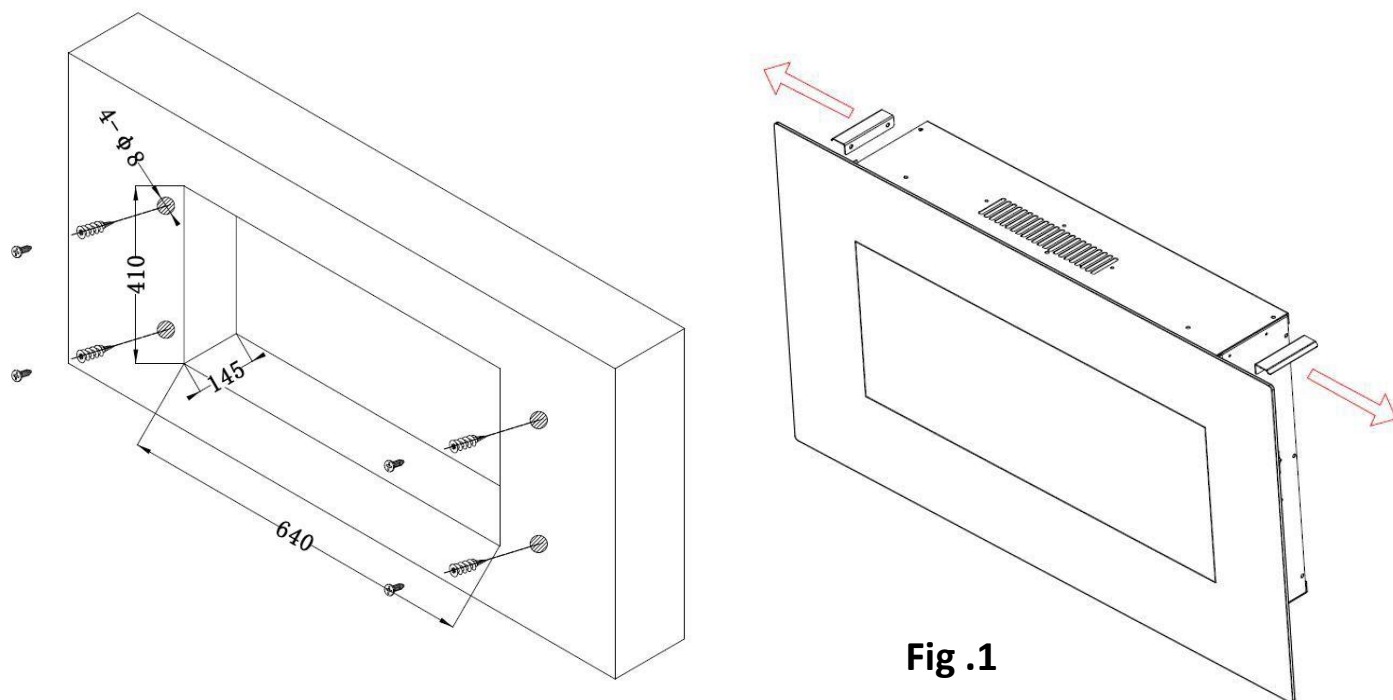

Fig .1
C. Placez le boîtier face avant vers le bas sur une surface douce et non abrasive. Retirez le support à l'arrière de l'appareil en dévissant les vis, voir Figure 1.
Remarque: enlevez les deux poignées avant de procéder à l'installation (voir Fig. 1).